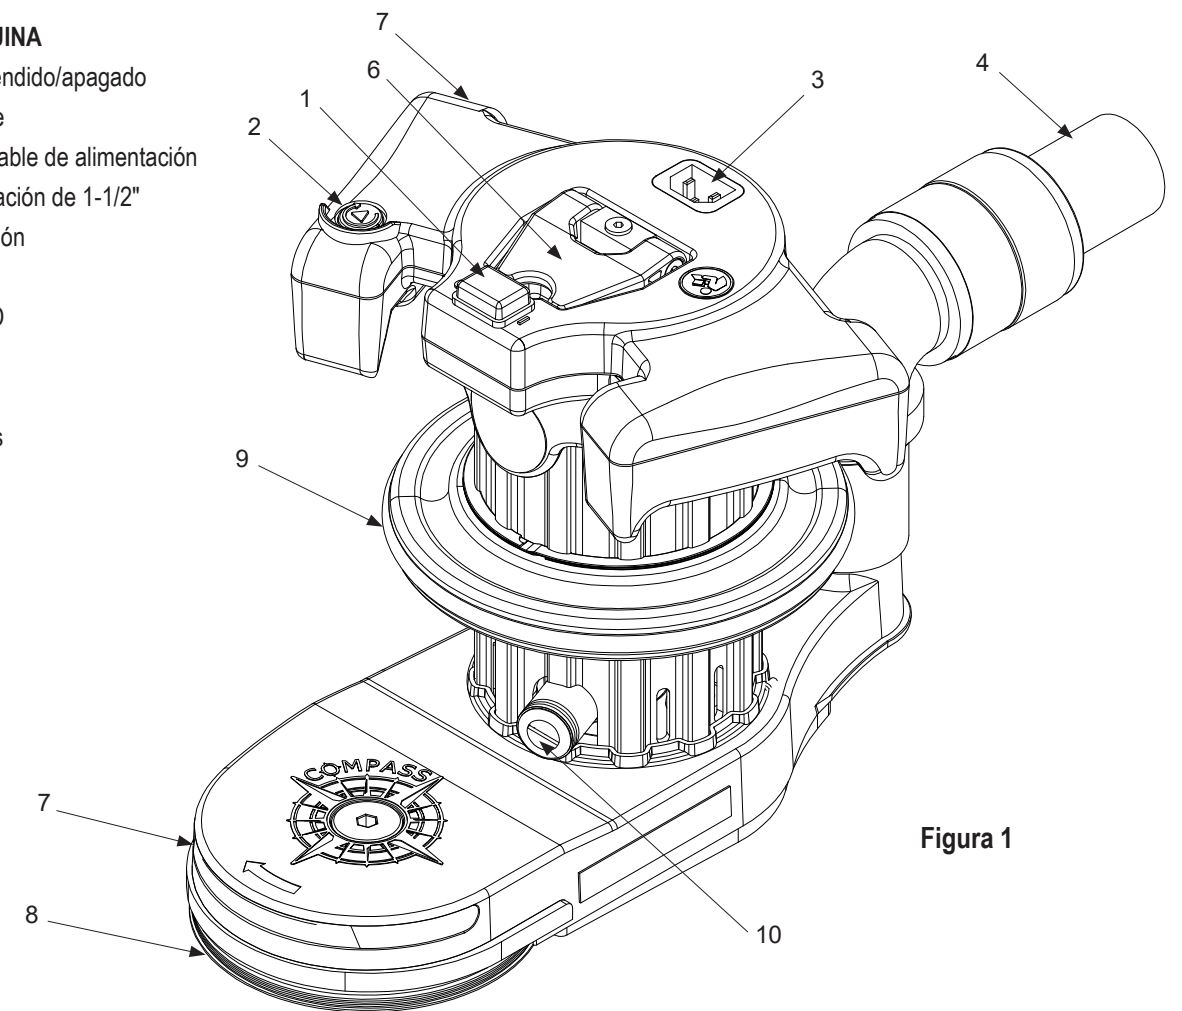

Figura 1
3. Asegúrese de que el interruptor de control esté en la posición de apagado y, luego, conecte el cable de alimentación a un circuito con fusible con conexión a tierra. Conecte el cable de alimentación en el receptáculo del cable de alimentación (Figura 1).
4. Con la máquina en posición reclinada, coloque el interruptor de encendido/apagado en la posición de encendido (Figura 1).